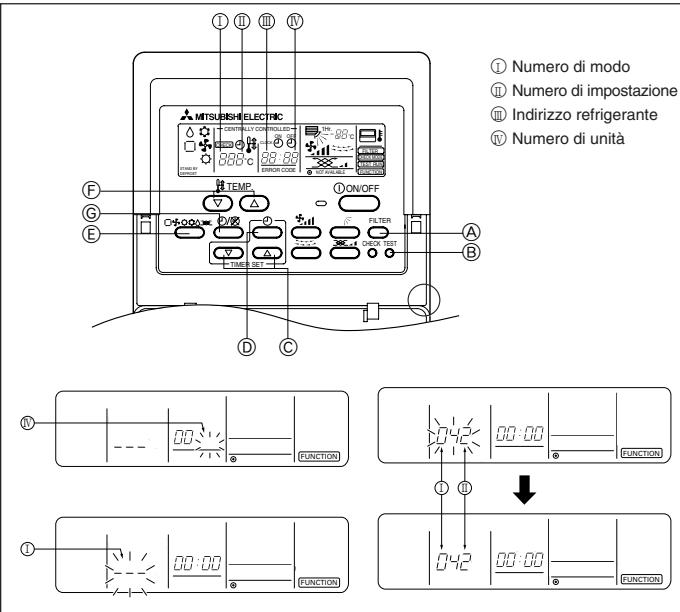

Fig. 6-5
6.3.1. Per il comando a distanza con filo (Fig. 6-5)